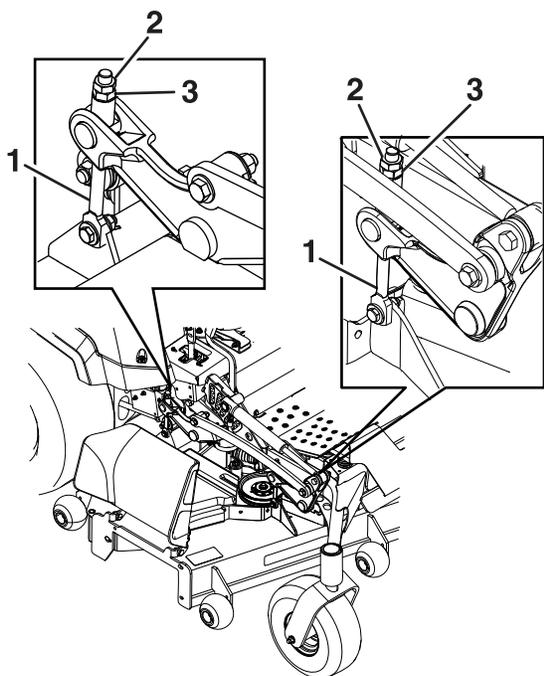

Рисунок 77
- Выполните тонкую настройку на переднем узле подъема деки, поворачивая регулировочную гайку (Рисунок 77).